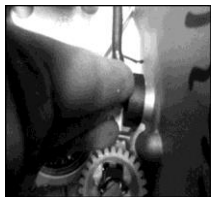

Fig. 8
- a. Insérez le joint dans l'orifice de montage sur le carter moteur (fig. 8).